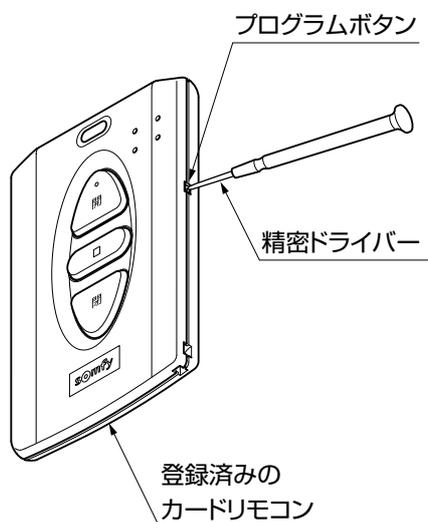

図11-1
- ①登録済みのカードリモコンのプログラムボタンをシャッターが小さく上下に動くまで精密ドライバーなどで約1秒押ししてください。（図11-1参照）